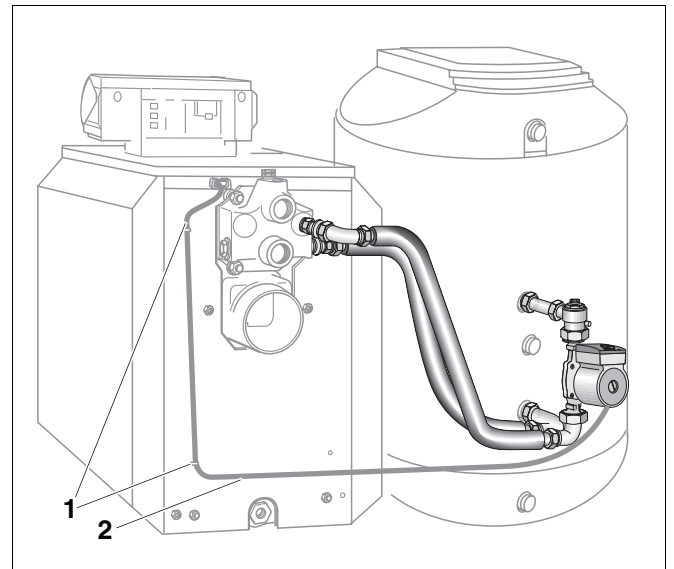

Abb. 8 Elektrischen Anschluss herstellen
- Kabelclips (Abb. 8, **Pos. 1**) in die Rückwand des Heizkessels einsetzen.
- Fühlerleitung und Pumpenanschlussleitung (Abb. 8, **Pos. 2**) sorgfältig verlegen und in die Kabelclips einrasten (siehe Montage- und Wartungsanweisung des Heizkessels und Montageanweisung des Warmwasserspeichers).